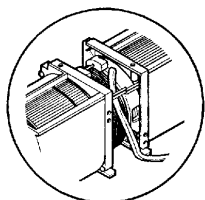

Figure 14
- Poser à nouveau le fil du ventilateur. Voir la figure 14.